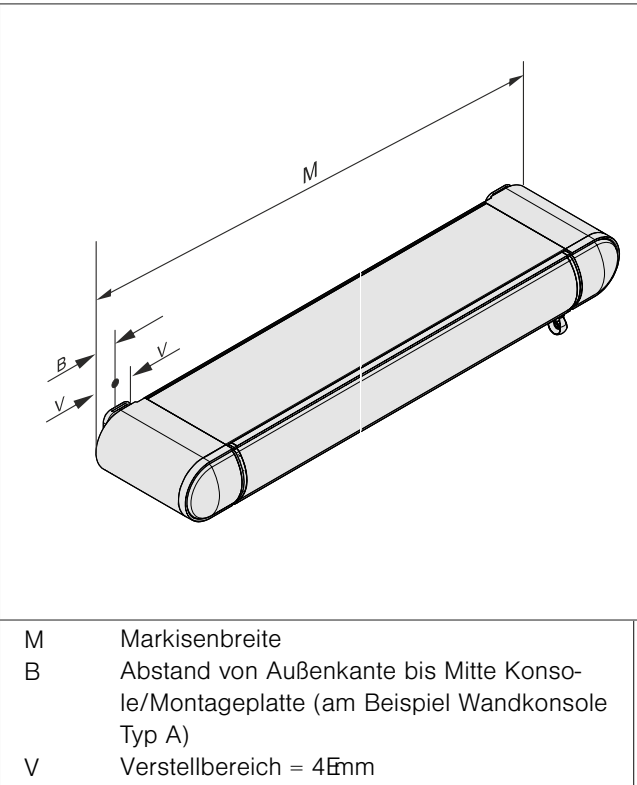
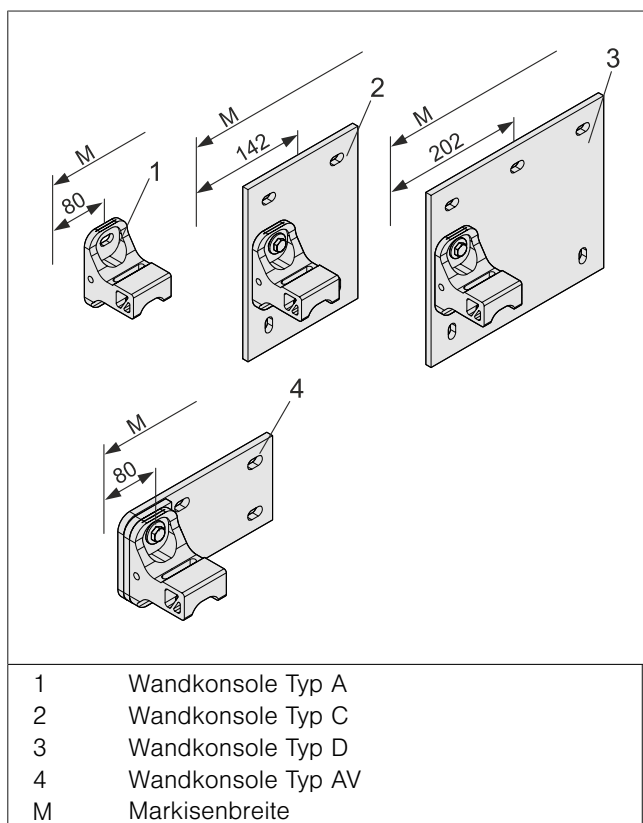

Abb. 2: Maß-Skizze für Konsolenposition mit 2 Konsolen
Abb. 3: Außenkante Markise zu mittlerer Position Konsole in Abhängigkeit vom Konsolentyp (alle Maßangaben in mm)
- Die Position der Konsolen auf den Montageuntergrund übertragen (siehe Abb. 2/Seite 5 und siehe Abb. 3/Seite 6). Auf Höhengleichheit achten.
- Die Position der Konsolen auf den Montageuntergrund übertragen (siehe Abb. 2/Seite 5). Auf Höhengleichheit und gleiche Ausrichtung achten.
- Die Position der Schwerter für Dachsparrenmontage auf den Montageuntergrund übertragen (siehe Abb. 2/Seite 5). Auf Höhengleichheit achten.und). Auf Höhengleichheit achten.